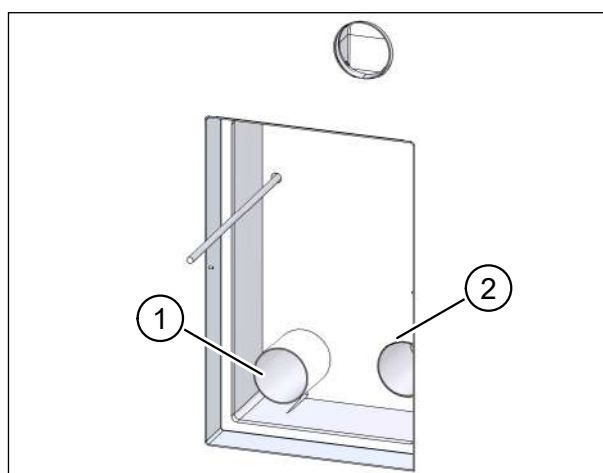

Fig. 41: Taglio dei tubi dell'aria
- ▶ Spingere i due tubi dell'aria (pos. 1 nella Fig. 41) nelle aperture del set di montaggio in modo che siano a livello con il lato interno del set di montaggio (pos. 2 nella Fig. 41).